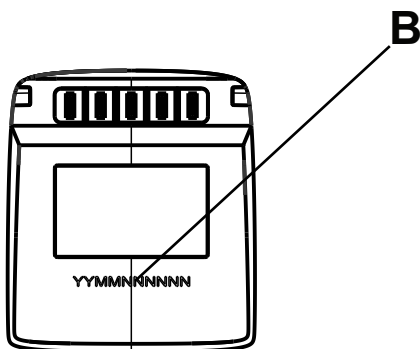
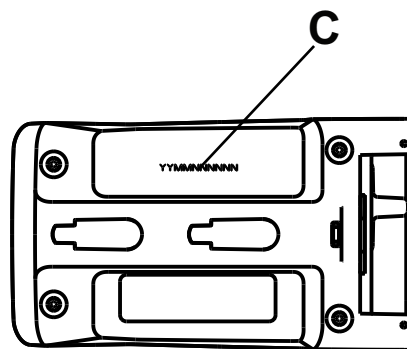

Figure 4 – Emplacement du numéro de série de la batterie Alvarium
Figure 5 – Emplacement du numéro de série du chargeur Alvarium
Voir ci-dessous pour les emplacements des numéros de série de la batterie (B) et du chargeur (C) (Figure 4 et Figure 5).